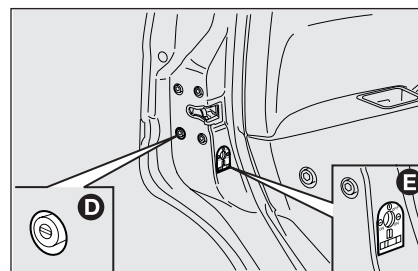

fig. 13
- ☐ enclenchement du dispositif **D-fig. 13** verrouillage ouverture de l'extérieur des portes avant et arrière lorsque le circuit électrique ne fonctionne pas (par ex. batterie épuisée) ;